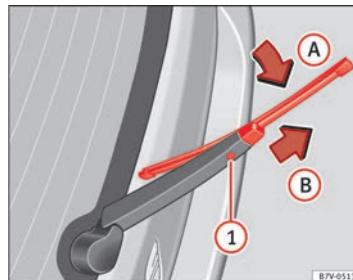

Fig. 161 Sostituzione della spazzola del lunotto.
- Piegare la spazzola da sopra verso il braccio del tergicristallo ⇒ fig. 161 (freccia A).
- Tenere premuto il tasto di sblocco ① tirando delicatamente la spazzola nella direzione indicata dalla freccia B. Potrebbe essere necessario applicare molta forza.